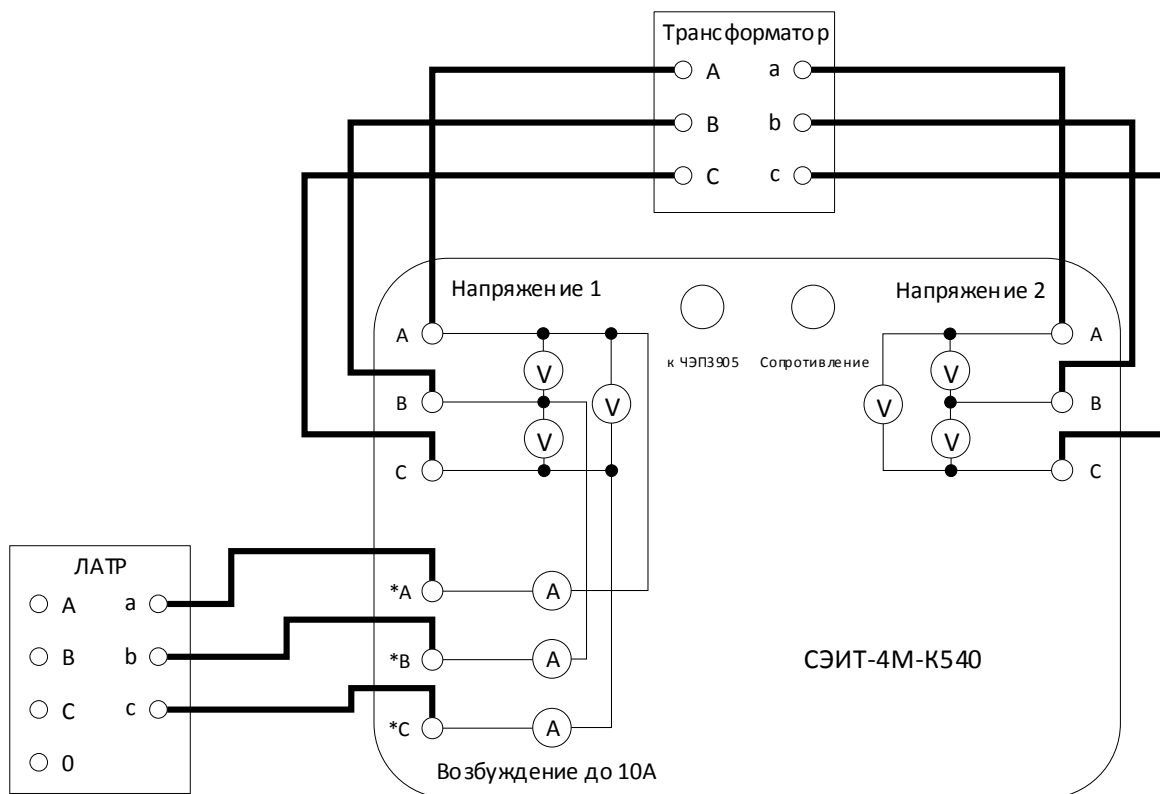

Рис. 7. Схема соединений для трехфазного измерения коэффициента трансформации
5.2.1. Для измерения коэффициента трансформации и определения группы соединения обмоток трехфазного трансформатора необходимо собрать измерительную схему, представленную на рис. 7.